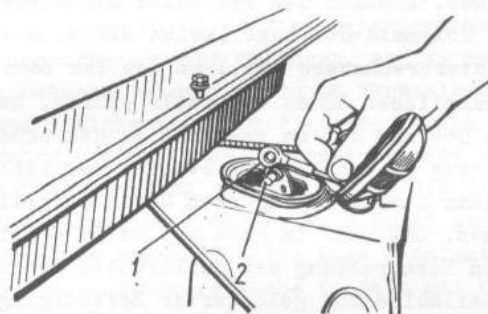

Bild 3-26. Ausbau des oberen Antriebsseilschuhs der Kupplungsausrückung:
- Seilschuh 1 (Bild 3-26) vom Hebelstift 2 der Kupplungspedal- und Bremspedalwelle abnehmen;
- Seilschuh 1 (siehe Bild 3-26) vom Hebelsstift 2 der Kupplungspedal- und Bremspedalwelle entfernen;
- oberen Seilschuh 1 (siehe Bild 3-26) der Kupplungsbetätigung auf Hebelstift 2 der Pedalwelle ziehen und Sicherungsblech 24 (siehe Bild 3-2) in Eindrehung des Stiftes einlegen;
- oberen Seilschuh 1 (siehe Bild 3-26) auf Hebelstift 2 stecken und danach Sicherungsblech 24 (siehe Bild 3-2) in Ausdrehung des Hebelbolzens 25 einlegen;